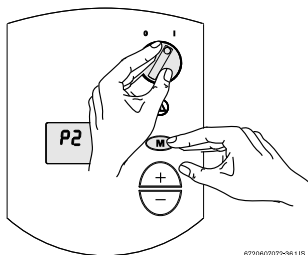

Fig. 43
- ▶ Manteniendo pulsado el botón Programación (M), coloque el interruptor On/Off en ON (I) (véase la Fig. 43). Suelte el botón Programación en el momento en que "188" parpadee en el display. Ahora, en el display debe aparecer P2.